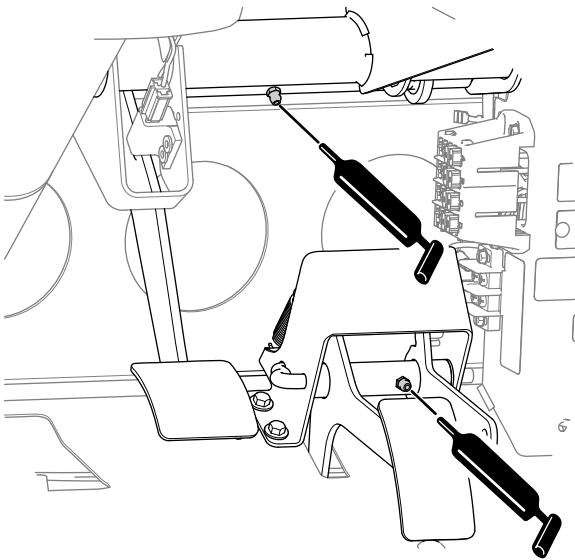

Bild 50
- **Bremse (1)**, siehe Bild 50
- **Gasbedienung (1)**, siehe Bild 50